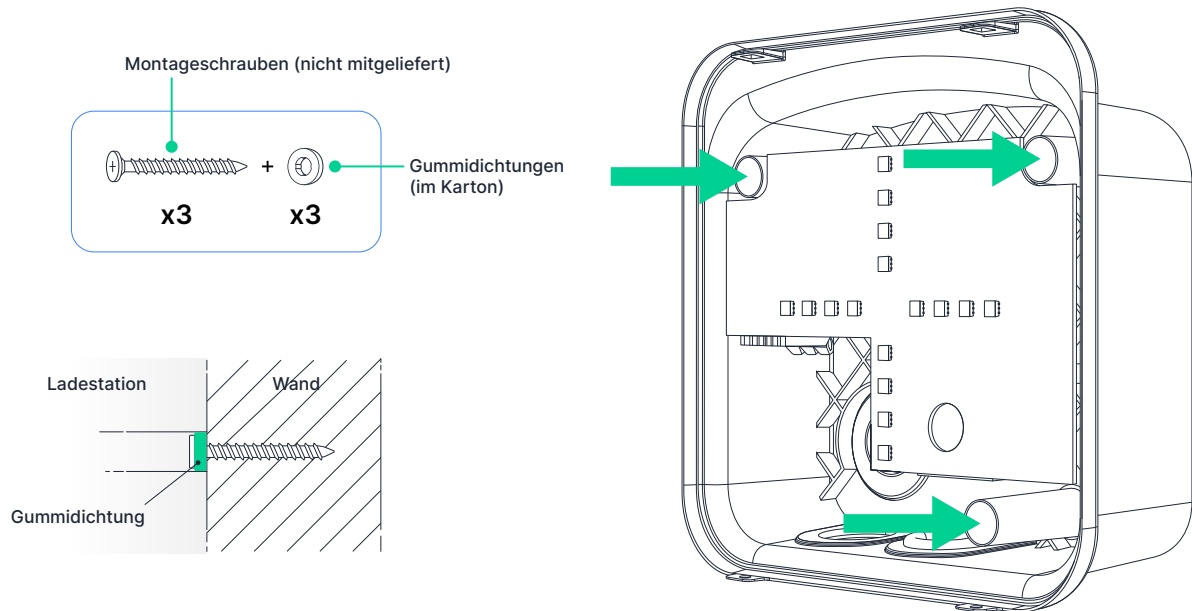

Abb. 6 Montagepunkte der Ladestation 1P7K
5. Bohren Sie an den markierten Befestigungspunkten Löcher in die Wand. Der Durchmesser der Löcher hängt von der Art der verwendeten Ankerschraube ab. Verwenden Sie immer Ankerschrauben, die für die Wandoberfläche geeignet sind (z. B. Ziegel/ Beton, Gipskarton, Polystyrol-Dämmung), und beachten Sie die Empfehlungen des Herstellers der Ankerschrauben. **Ankerbolzen und entsprechende Schrauben sind nicht im Lieferumfang enthalten. (Abb. 6-Seite 18)**
9. Befestigen Sie den Hauptkörper der Ladestation an der Wand, indem Sie die Schrauben mit der mitgelieferten Gummidichtungsscheibe durch die Befestigungspunkte stecken und mit einem Schraubendreher handfest anziehen. **(Abb. 6, Seite 18)**